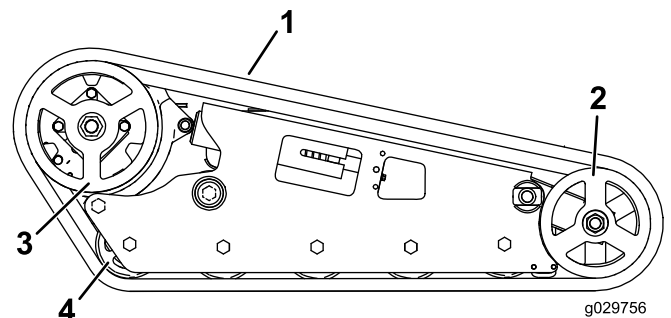

Figure 53
**Important:** Nettoyez soigneusement les galets de roulement, la roue avant et le pignon d'entraînement (Figure 53). Les galets de roulement doivent tourner librement lorsqu'ils sont propres.